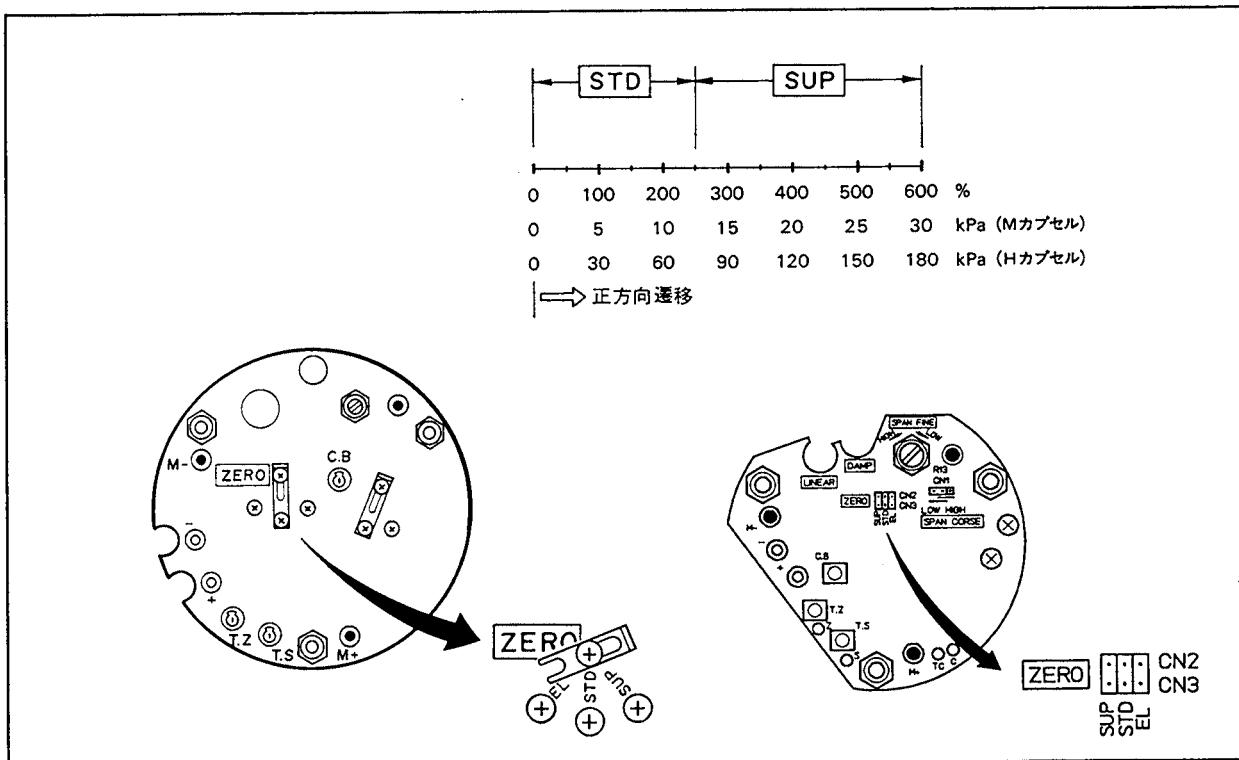

図6.11 遷移方向の変更
- (1) 電源を切ります。
- (2) 6.5.1 項を参照して内蔵指示計を取りはずします。
- (3) 図6.11に示すゼロ点粗調整ジャンパ(またはピンコネクタ)を、遷移方向および遷移量に応じて次のえます。ゼロ点の微調整はケース外部のゼロ調整ねじで行います。